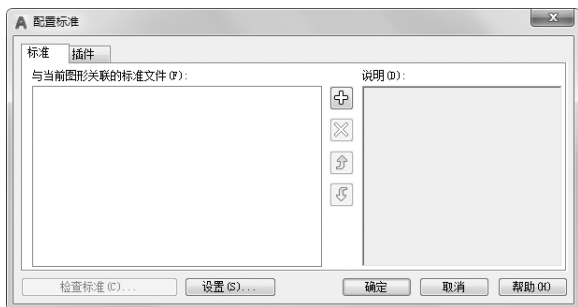

图 7-35 “配置标准”对话框
(2) 单击“管理”选项卡“CAD 标准”面板中“配置”按钮，或者在命令行中输入“standards”，打开如图7-35所示的“配置标准”对话框。